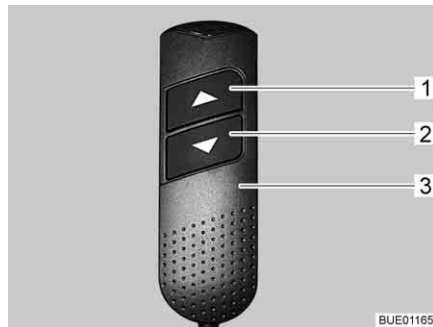

Fig. 132 Unidade de comando manual
- Na unidade de comando manual (Fig. 132,3), prima a tecla "▼" (Fig. 132,2) e mantenha-a premida. A parte dos pés é recolhida. As cabeceiras são levantadas.
- Na unidade de comando manual (Fig. 132,3), prima a tecla "▲" (Fig. 132,1) e mantenha-a premida. A parte dos pés é puxada para fora. As cabeceiras são descidas.
- Na unidade de comando manual (Fig. 132,3), prima as teclas "▼" (Fig. 132,2) ou "▲" (Fig. 132,1) durante o tempo necessário até ter obtido a posição pretendida.